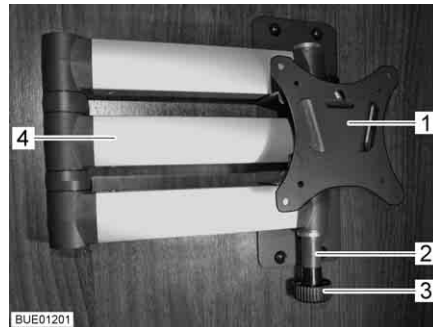

Fig. 64 Soporte con brazo articulado
- Tirar del botón de desbloqueo (Fig. 64,3). El brazo articulado (Fig. 64,4) estará desbloqueado.
- Girar la pantalla plana de regreso a la posición inicial hasta que el soporte (Fig. 64,1) engatille en el bloqueo (Fig. 64,2).